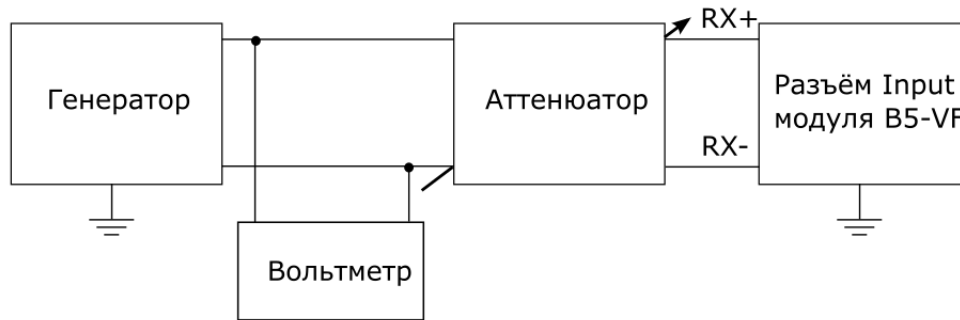

Рисунок 10.5. Схема подключения
- 2) Определение основной абсолютной погрешности измерения уровня сигнала ИУ в диапазоне -5...-45 дБ проводят методом сравнения показания поверяемого прибора с эталонным вольтметром и аттенюатором. Схема подключения прибора приведена на рис. 10.5.